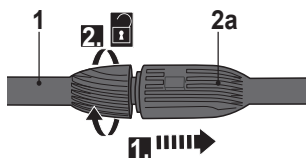

Fig. 6
- > Para remover a lança de pressão (1), puxe-a na direção da porta de ligação da lança (2a) (Fig. 6, passo 1) e torça-a no sentido inverso ao dos ponteiros do relógio para a remover (Fig. 6, passo 2).